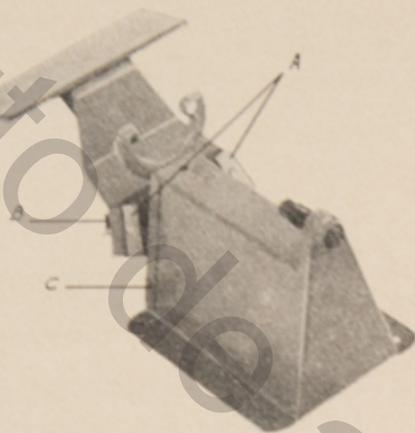

Fig. 1
- 1° Desserrer les vis papillons qui maintiennent les deux plaquettes (A) situées de part et d'autre du support coudé de la table, jusqu'à ce que ces deux plaquettes (A) soient écartées d'environ 3 mm.
- 2° Comme l'indique la figure 1, positionner les deux plaquettes (A) contre les bords rabattus (C) de l'embase du support.